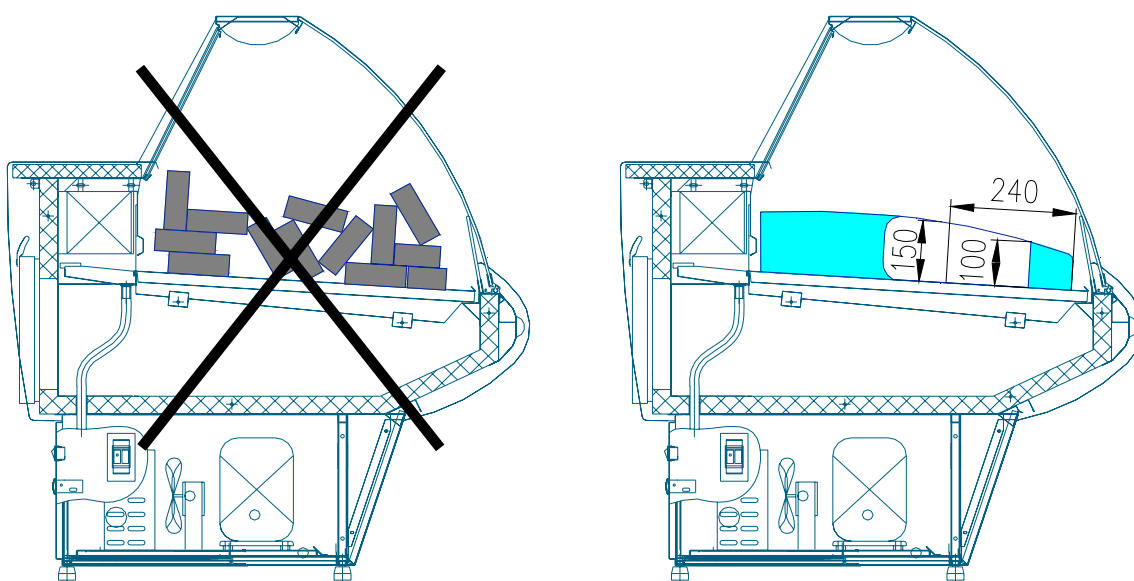

Рис. 2. Загрузка витрины продуктами
Высота максимальной загрузки продуктами полезного объема витрины составляет 150 мм (см. рис. 2), вблизи переднего стекла, на расстоянии 240 мм продукты располагать высотой не более 100 мм; высота максимальной высоты загрузки обозначена знаком:
- Продукты необходимо раскладывать в отведенное для них место, не превышая при этом уровня максимальной загрузки (рис. 2). В случае превышения уровня загрузки воздушная вентиляция будет недостаточной, и температура продуктов станет более высокой, кроме того, на испарителе может образоваться слой льда.
- При укладке продуктов **необходимо обеспечивать их равномерное распределение по всей площади экспозиционных полок** (рис. 2), что обеспечивает лучшие условия хранения продуктов и работы холодильной витрины, не превышая нормы загрузки, указанные в табл. 1.
- Проверить правильность расположения продуктов в витрине, согласно п. 3.5 и рис. 2.